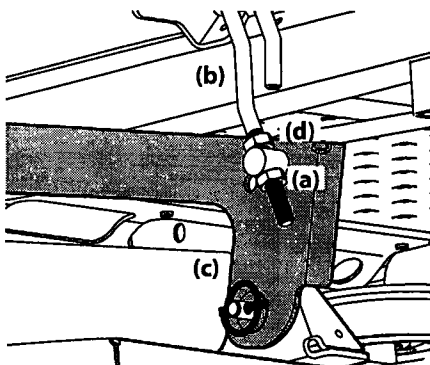

Figura 4-6
3. Afloje la contratuerca inferior (a) del brazo de elevación ajustable (b) que está conectado al brazo de elevación de la plataforma (c) a fin de bajar la plataforma y ajuste la contratuerca superior (d) para sujetar la plataforma en su lugar, afloje la contratuerca superior (d), luego ajuste la contratuerca inferior (a) para sujetar la plataforma en su lugar. Consulte Figura 4-6.